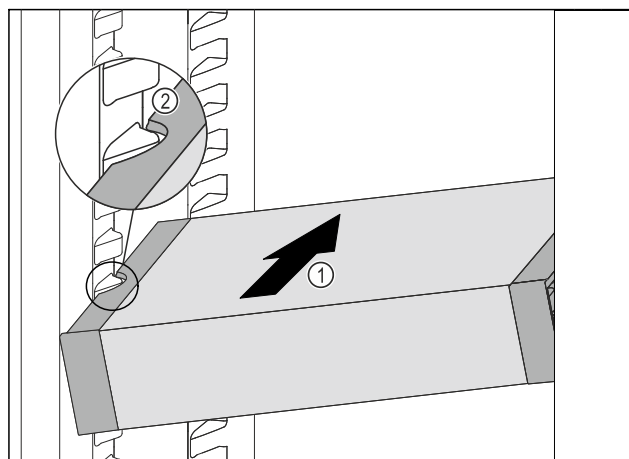

Fig. 87
- VarioSafe wsunąć ukośnie do chłodziarki Fig. 87 (1), aż boczne wycięcia Fig. 87 (2) VarioSafe będą się znajdować na wysokości żeber pojemnika w chłodziarce.